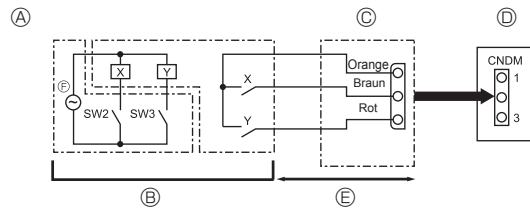

Fig. 9-2
9.2. Función de demanda (modificación in situ) (Fig. 9-2) (solo para aires acondicionados)